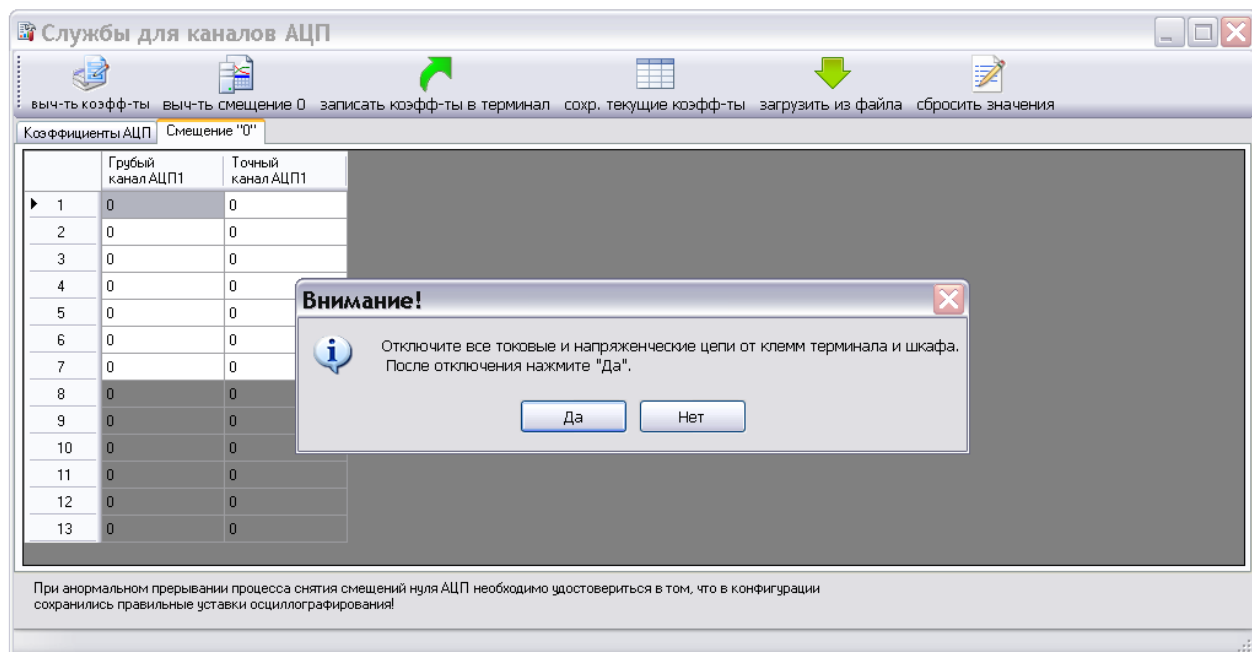

Рисунок 20
- отключить все цепи тока и напряжения от клемм блока аналоговых входов терминала (см. рисунок 20);